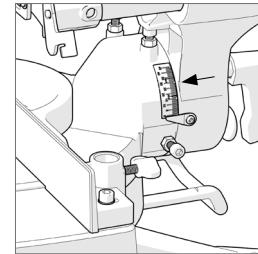

図33
- 度数目盛をみながらヘッド部を倒し、希望の角度に合わせます。(図33)